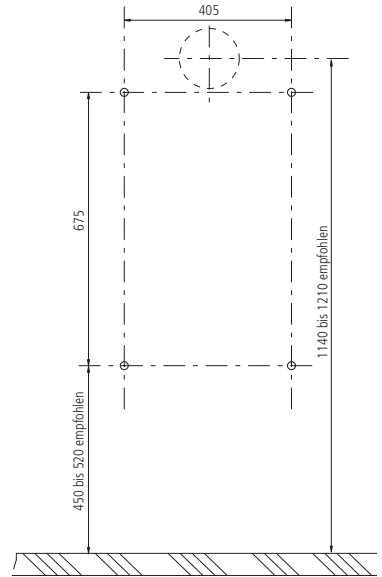

Abb. 2.8 Maße für Bohrungen für einen Bodenabstand ohne Sockel
- e) Bei **oberem** Abgasanschluss, ist der Deckenausschnitt (7, siehe Abb. 2.8) der Wandkonsole entfernen.